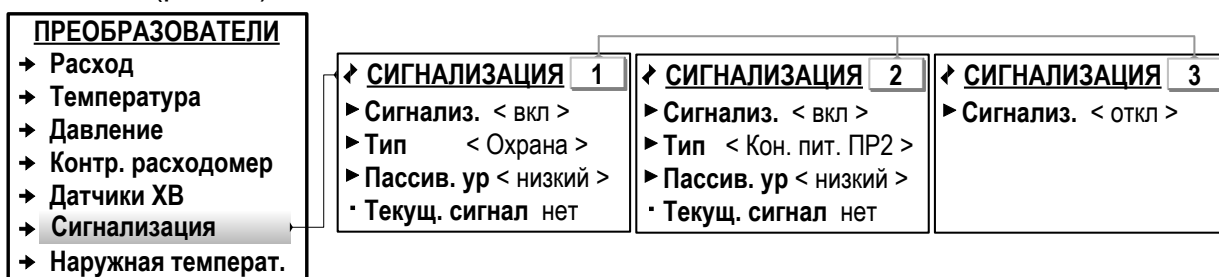

Рис.27. Вид меню настройки входов логических сигналов (режим СЕРВИС).
7.5.6.2. Настройка параметров входов DIR1 – DIR3 для приема логических сигналов выполняется в меню **Преобразователи / Сигнализация** (рис.27).